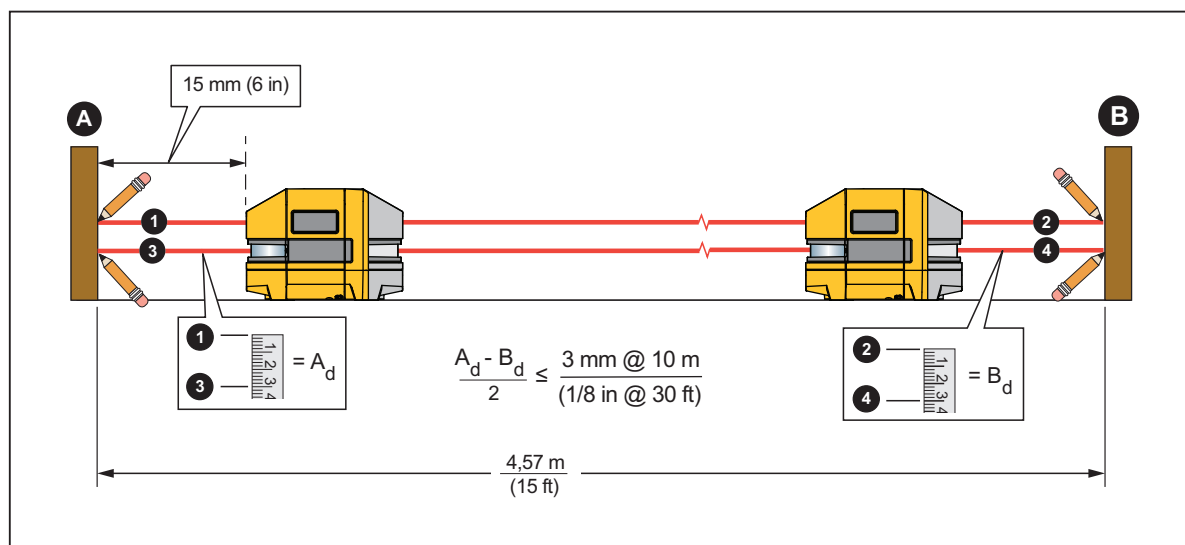

Figura 8. Precisione del laser orizzontale
1. Individuare un sito orizzontale livellato largo  $\geq 4.57$  m (15 ft) con due pareti opposte da utilizzare come obiettivi. Come obiettivi, è possibile utilizzare anche scarti di legno. Vedere la figura 8.